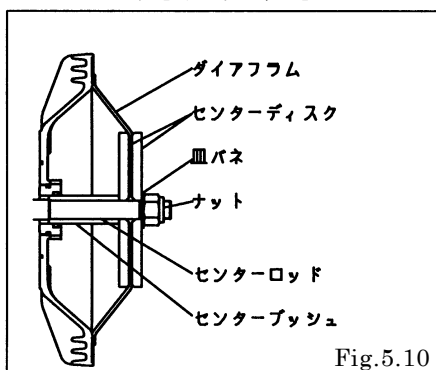

Fig.5.10
- ・CR、NBR、EPDM、FKM ダイアフラムは「OUT SIDE」の表示を外側に、TPEE、TPO ダイアフラムは凸側を外側に取付ける。〔Fig.5.10〕
- ・片側にダイアフラムを引き出し、(B□H、B□S、B□H/Tを除く) Fig.5.10 の状態でアウトチャンバーを取り付ける。ボルトは一度仮止めにする。
- ・ダイアフラムを Fig.5.10 の状態にして、アウトチャンバーを取り付ける。ボルトは一度仮止めにする。